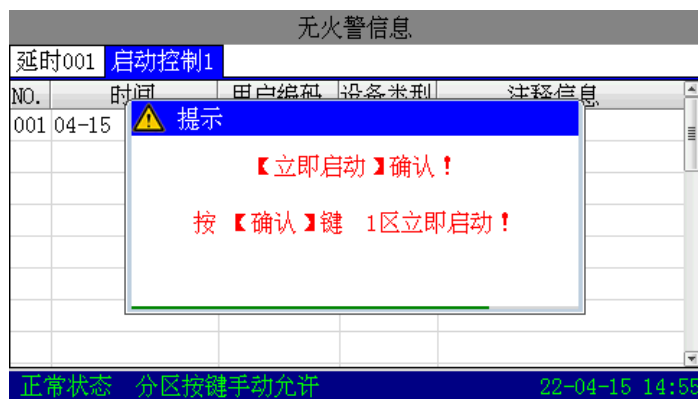

图7-23
- QKPH 液晶屏提示图7-23所示的信息界面，根据提示按下 QKPH 面板【确认】键立即启动。